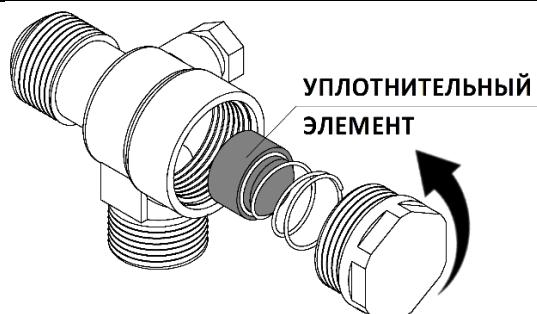

Рисунок 15
- Снимите крышку воздушного фильтра (рисунок 15), вывернув винты;
Через каждые 1200 ч работы или раз в год проводите обслуживание обратного клапана. Обслуживание заключается в чистке седла и уплотнительного элемента от загрязнений, для этого выполните следующие действия (рисунок 15):